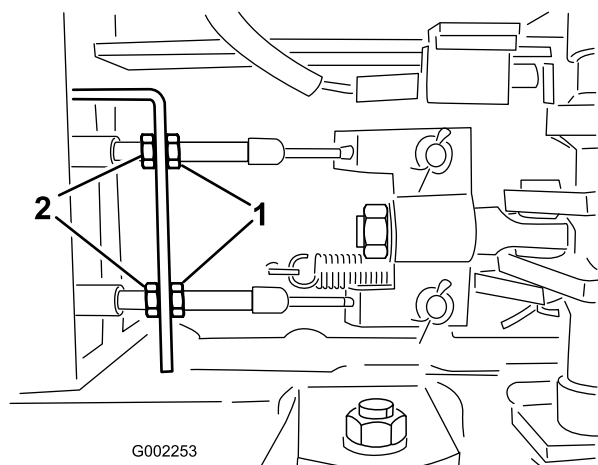

Figura 56
5. Afloje las tuercas delanteras de los cables de freno, debajo del extremo delantero del pulverizador (Figura 56).
6. Apriete las tuercas traseras en la misma cantidad hasta que el pedal de freno recorra entre 1 a 2 cm antes de que se note resistencia (Figura 56).